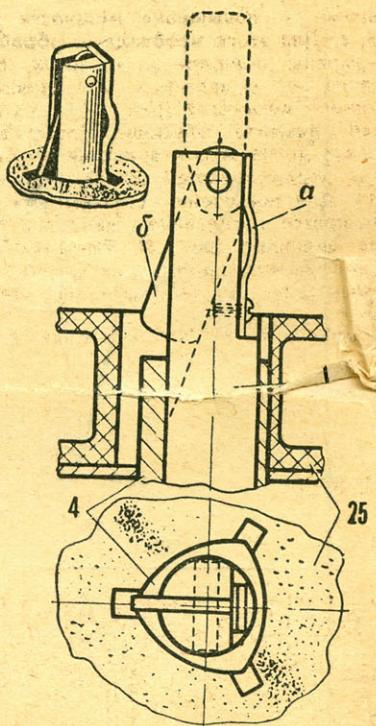

Рис. 5. Узел крепления кассеты (узел С):
**УЗЕЛ С** служит для закрепления кассеты во время перемотки. Главная его деталь — фиксатор [6] изготавливается из листовой стали толщиной 0,8—1,0 мм. Пружину [a] фиксатора можно сделать из куска часовой пружины и закрепить на оси 2 винтом или нитками, которые затем пропитываются kleem БФ [рис. 5].